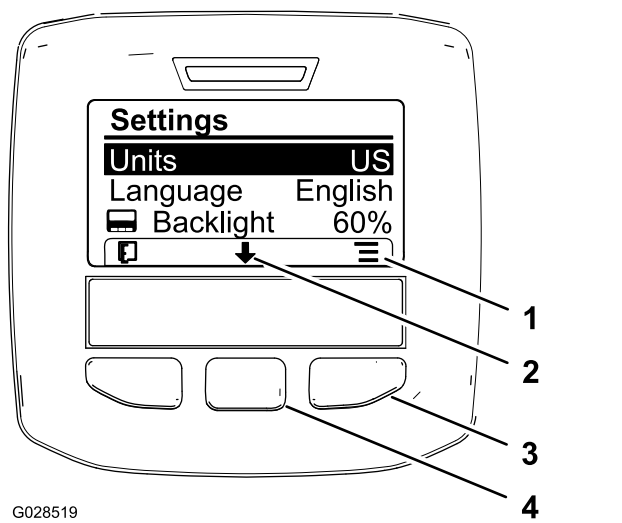

Figure 63
2. Pour changer d'unité de mesure, appuyez sur le bouton de sélection droit pour changer la liste des unités affichées (Figure 63).
3. Pour changer la langue de l'affichage, appuyez sur le bouton de sélection central (situé sous la flèche vers le bas dans l'affichage) pour déplacer l'option de langue sélectionnée (Figure 63).
4. Appuyez sur le bouton de sélection droit (situé sous l'icône de liste dans l'affichage) pour mettre en surbrillance la langue qui sera utilisée dans l'affichage (Figure 63).
6. Appuyez sur le bouton de sélection gauche pour retourner à l'écran d'accueil (Figure 63).